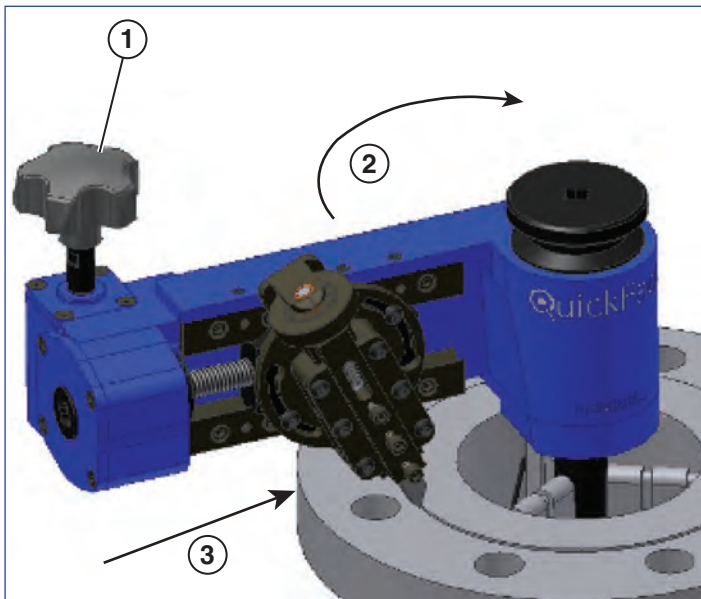

Рисунок 14
7. Надежно захватите рукой подающую рукоятку. Твердо удерживая рукоятку, проведите устройство QuickFace по обрабатываемой детали в направлении часовой стрелки (**см. рисунок 14**). На пути движения резца не должно быть свободно свисающей одежды и других препятствий; рабочие параметры устройства QuickFace должны находиться в установленных пределах. Если резание требует приложения усилия, превышающего желательное, несколько приподнимите резец с помощью рукоятки регулировки глубины. **В ТОМ СЛУЧАЕ, КОГДА БЕСПРЕПЯТСТВЕННЫЙ ПРОХОД УСТРОЙСТВА ПО ОБРАБАТЫВАЕМОЙ ПОВЕРХНОСТИ ЗАТРУДНЕН, ПРЕКРАТИТЕ РАБОТУ И ЗАНОВО ОТРЕГУЛИРУЙТЕ ГЛУБИНУ РЕЗАНИЯ.**